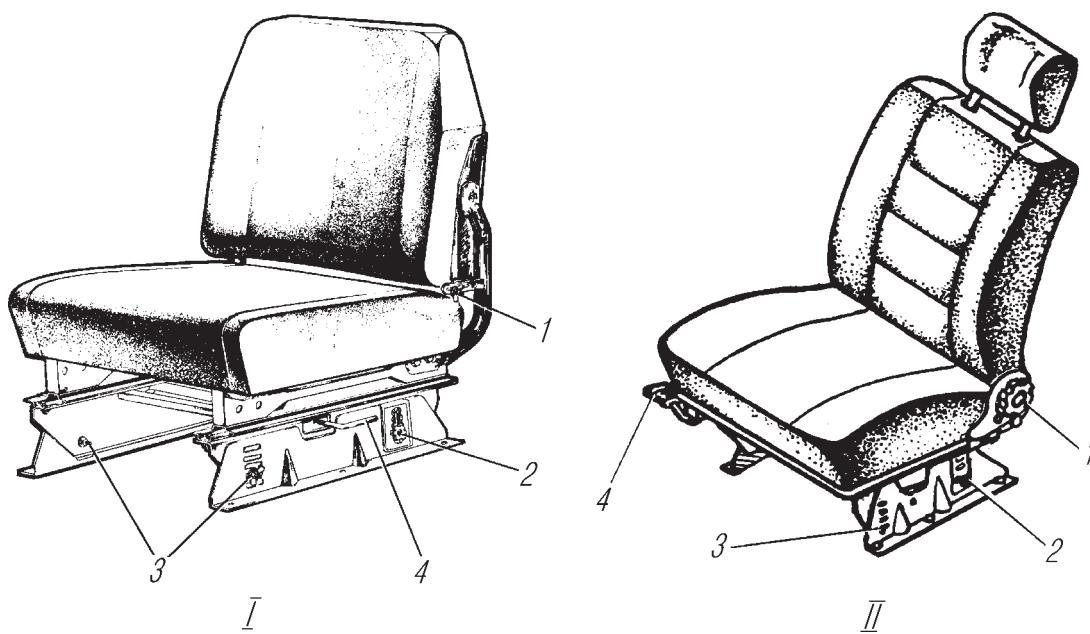

Рис. 101. Сиденье водителя:
**Сиденья водителя и пассажиров** раздельные, амортизирующий элемент — резиновые ремни и губчатая резина. Положение сиденья водителя можно регулировать, перемещая его вперед или назад. Предел регулировки 110 мм. Ручкой 4 (рис. 101), находящейся с левой стороны подставы (рис. 101, I) или с правой стороны подставы (рис. 101, II), сиденье фиксируется в нужном положении. Сиденье водителя имеет механизм изменения наклона подушки и положения сиденья по высоте с пределом регулирования 80 мм. Для изменения положения сиденья по высоте отверните два передних винта 3 с левой и правой сторон сиденья. Установив необходимую высоту его передней части, заверните винты на несколько оборотов, но не туго, ослабьте крепление задней части сиденья отворачиванием двух винтов 2 на четыре-пять оборотов.
сиденья гайки 1 (рис. 101, I) и, выбрав нужное положение спинки, снова их надежно заверните, или воспользуйтесь рукояткой 1 (рис. 101, II), находящейся с левой стороны сиденья.